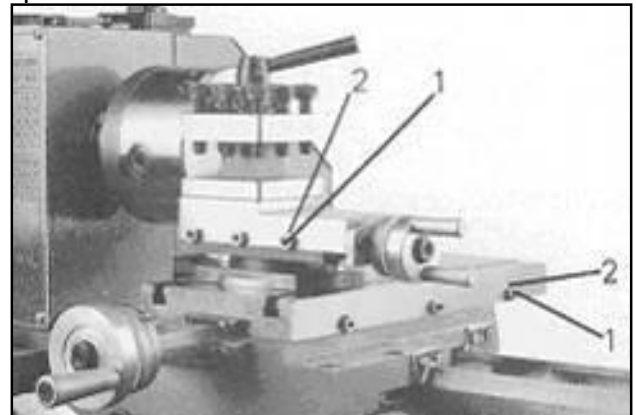

Рис.31
Оба суппорта оборудованы регулировочными планками и могут быть установлены посредством винтов (1, Рис.31) и контргайк (2) без зазора.